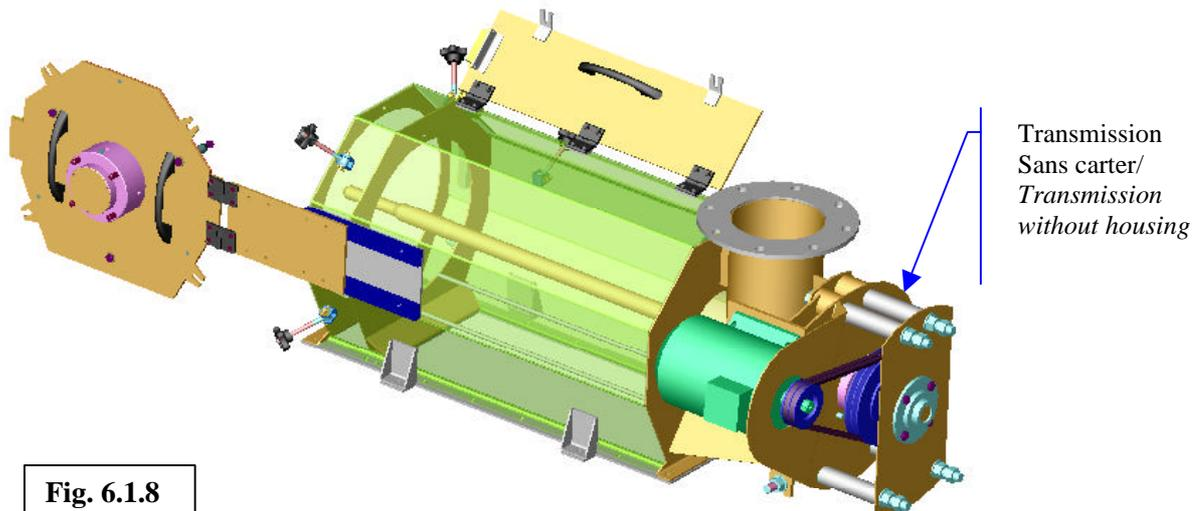

Fig. 6.1.8
Si démontage de l'arbre (fig 6.1.8)
*If shaft disassembly (fig 6.1.8)